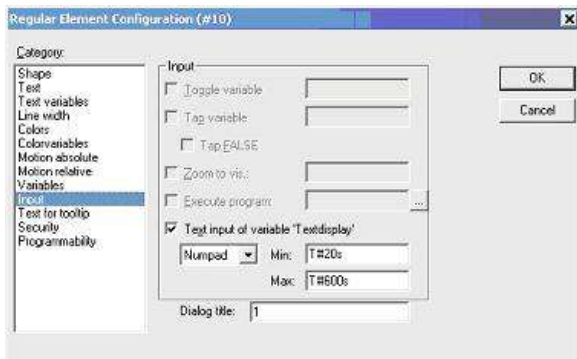

Рис. 19. Настройка поля ввода
4. Теперь внутри созданного прямоугольника будет отображаться переменная *PLC_PRG.TS_period*. Настраиваем пункт *Input* (рис. 19)